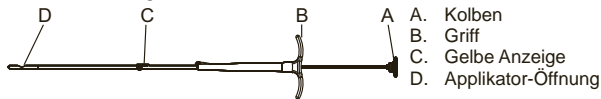

Abbildung 1 – Biopsiesitus-Marker
- Beim Abgeben der Pellets die ordnungsgemäße Ausrichtung der gelben Anzeige (C) in Abbildung 1) mit dem weißen Pfeil der Biopsiesonde wahren.